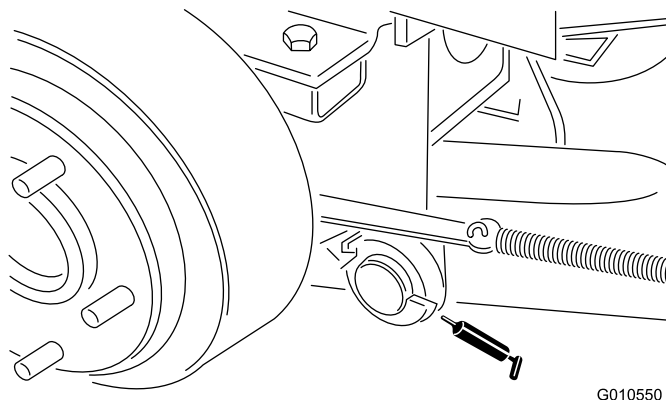

Figura 23
- Articulações do braço de elevação trás (2) (Figura 23)